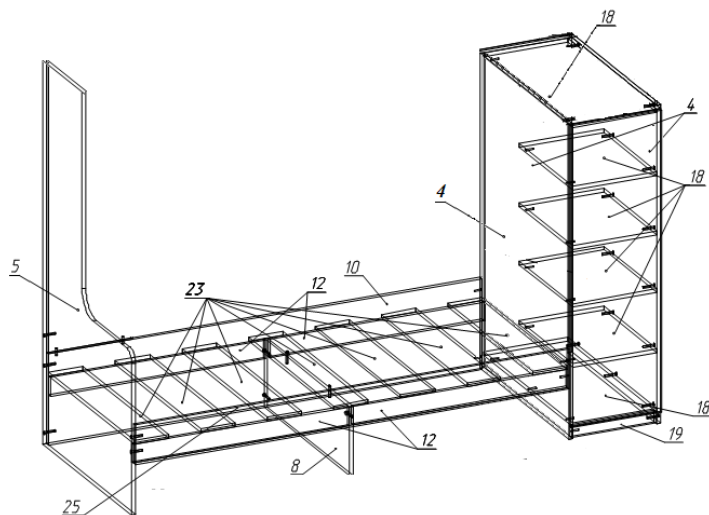

Рис.2
- **Собираем шкаф:** к боку №4 крепим горизонты №18 (6 штук), цоколь №19 и закрепляем вторым боком №4. (рис.2)